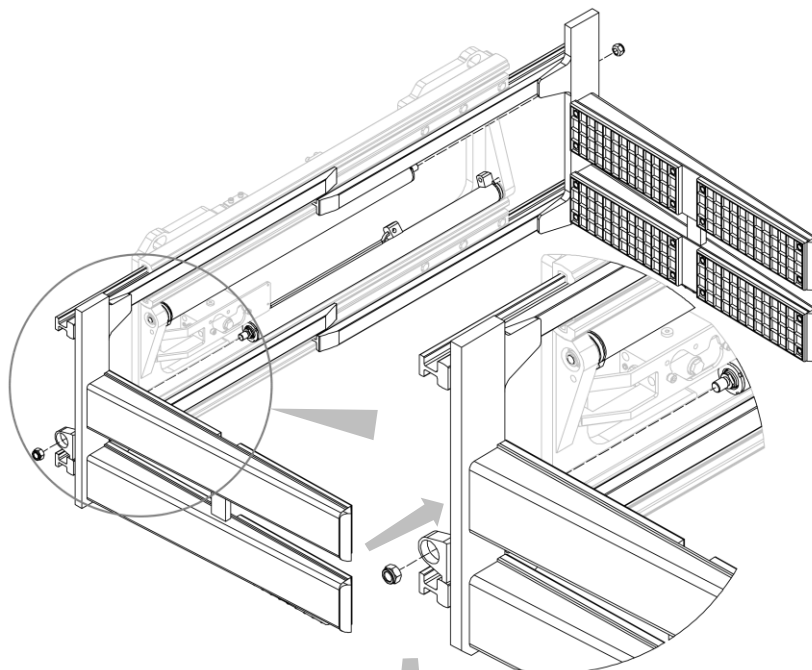
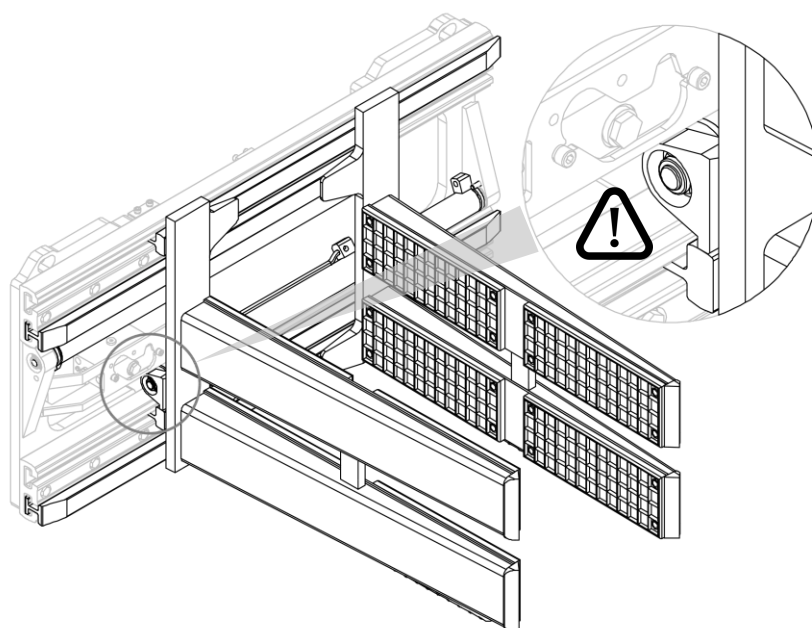

Figura 13
Figura 14
2. Inserire le forcelle, con le relative ganasce, nelle apposite sedi e vincolarle ai cilindri mediante i relativi dadi (vedi *Figura 13* e *Figura 14*).